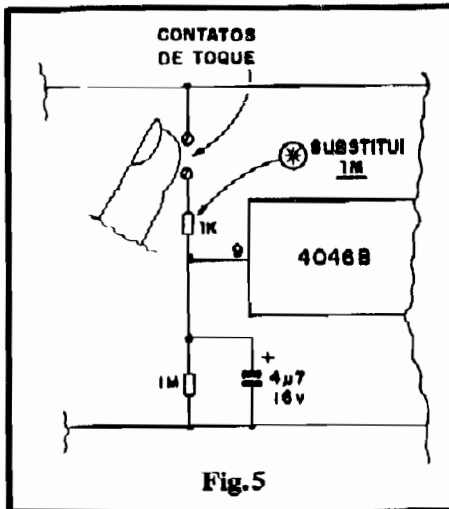
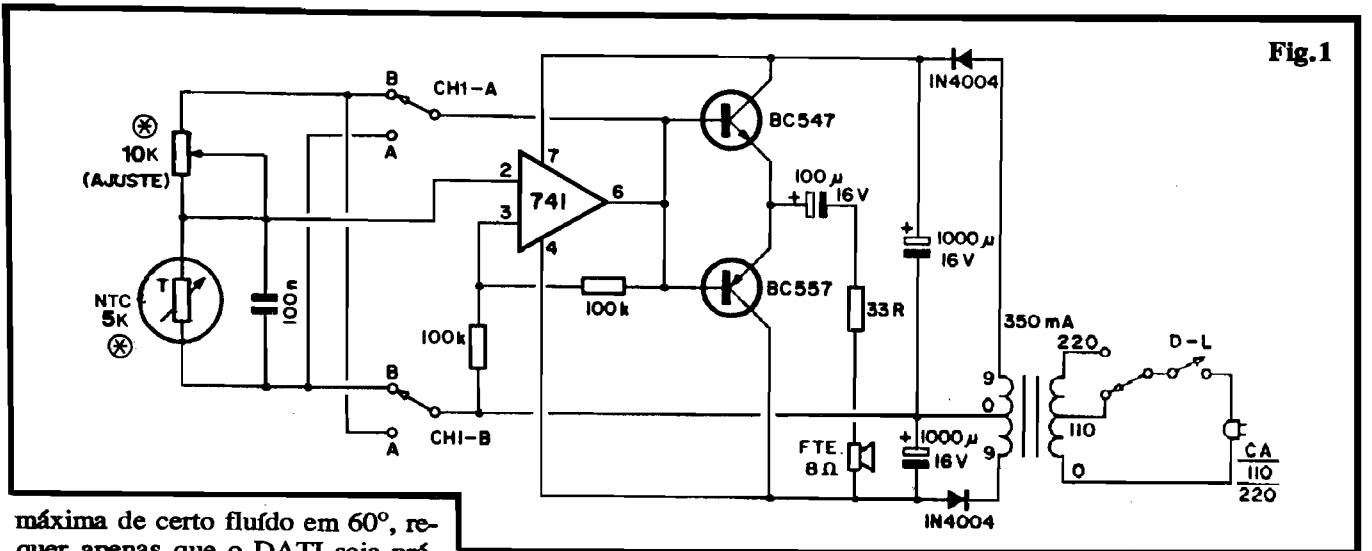

Fig. 5
Fig.1
- FIG. 5 - CONTROLE POR TOQUE - Com a simples substituição de um dos resistores de 1M (o indicado pela seta/asterisco) por um valor de 1K, o push-button original poderá ser "economizado", aplicando-se em seu lugar
A baixíssima Corrente sobre os contatos de disparo (seja na configuração original, seja nos "conformes" da fig. 5), permite o fácil controle do circuito via micro-switches, REEDs, etc., versatilizando bastante as aplicações ou adaptações da MSP2... Alguns exemplos: adaptado num pequeno brinquedo, um simples contato excêntrico acoplado a um dos eixos de giro do dito brinquedo poderá exercer o comando do MSP2, dando grande realismo à manifestação da sirene...! Outra possibilidade: um REED (N.A.), controlado por ímã permanente próximo, poderá ser usado para desfechar o alarme, aproveitando-se qualquer dos dia, gramas básicos (figs. 1, 5 e/ou 6...).
- FIG. 1 - O CIRCUITO - O "velho" e "manjadíssimo" Integrado 741 é utilizado no núcleo do circuito, numa estrutura um tanto incomum: trabalha como oscilador